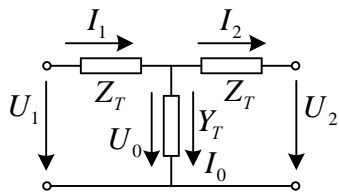

Рис.1.1
4. Рассчитать параметры Т-образной схемы замещения (рис. 1.1). Построить векторные диаграммы токов и напряжений для режима работы линии, рассмотренный в пункте 3.